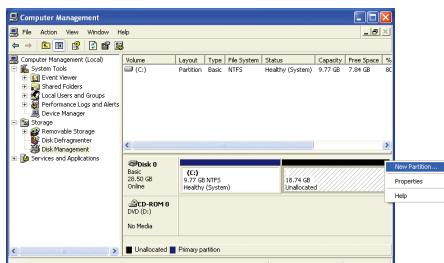

Figura 6
5. Se o disco rígido não for particionado corretamente antes que instalar o sistema operacional, você pode criar novas partições usando espaço livre no seu disco rígido (Figura 6,7). Porém, se **Disk Management (Gerenciamento de disco)** mostrar que o disco rígido contém apenas a partição do sistema sem qualquer espaço não alocado, você não conseguirá criar novas partições ou utilizar o Xpress Recovery2. Se isto ocorrer, reinstale o sistema operacional e faça novamente o particionamento de seu disco rígido.